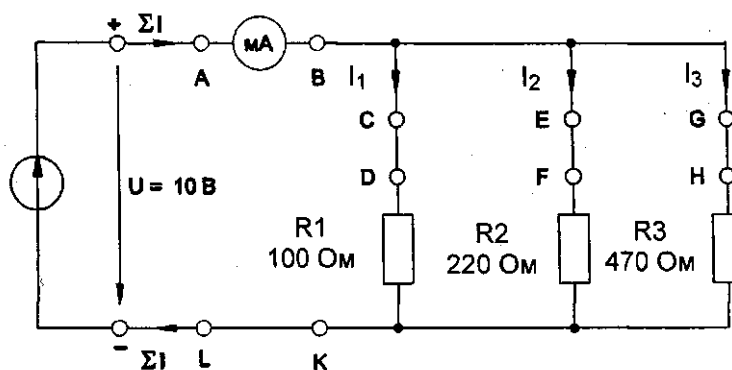

Рис. 4.8.2
- Соберите цепь согласно схеме (рис. 4.8.2), вставив перемычки между точками А - В, С - D, Е - F, G - H и L - К. Подайте постоянное напряжение 10 В на вход цепи